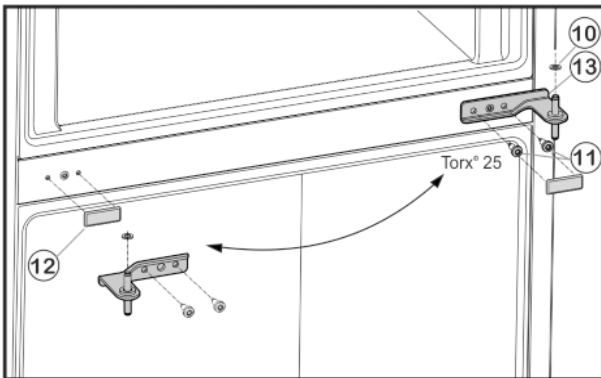

Fig. 6
- ▶ Развийте закрепващите винтове *Fig. 6 (11)* (2 x Torx® 25) и извадете средната лагерна опора от долната врата.
- ▶ Свалете пластмасовия диск *Fig. 6 (10)*.
- ▶ Изтеглете внимателно капака *Fig. 6 (12)*.
- ▶ Поставете капака *Fig. 6 (12)* отново на срещуположната страна.
- ▶ Поставете средната лагерна опора *Fig. 6 (13)*, завъртяна на 180° в долната врата и я завийте със закрепващите винтове *Fig. 6 (11)* (2 x Torx® 25) върху новата шарнирна страна (с 4 Nm).
- ▶ Поставете отново пластмасовия диск *Fig. 6 (10)*.
- ▶ Поставете горната врата върху лагерната опора в средата *Fig. 6 (13)*.